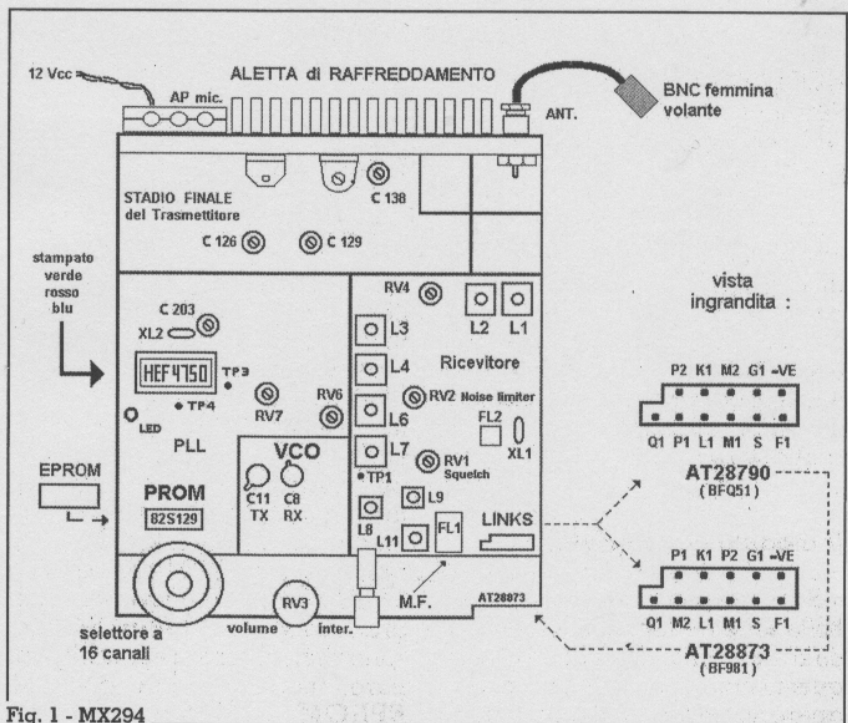

Fig. 1 - MX294
Per la frequenza di ricezione dobbiamo tener conto del valore di **Media Frequenza**, che in genere vale 10,7 MHz. **Attenzione:** le versioni di MX294 con banda di lavoro **AW** (148-174 MHz) o **EW** (68-88 MHz) in genere hanno una MF di 21,4 MHz. Per maggior sicurezza, controllare tale valore sulla faccia superiore del filtro a cristalli **FL1** (è indicato in Fig. 1). Se è contrassegnato con **21xxxx** allora la MF è di 21,4 MHz. In questo esempio abbiamo usato il valore di 10,7 MHz, per cui, volendo impostare in ricezione (RX) la stessa frequenza di trasmissione, avremo: